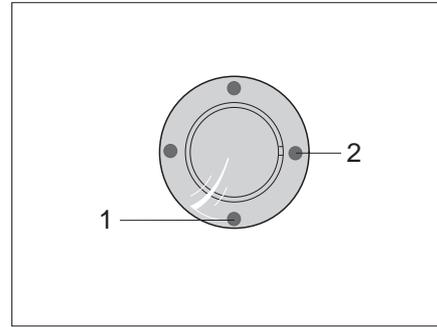
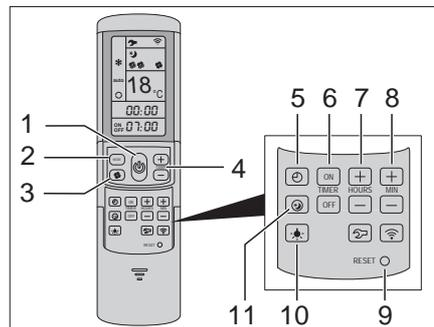

Bild 222 IR-Empfänger/Funktionsanzeige
Bild 223 Fernbedienung
Die Klimaanlage ist auf dem Dach des Fahrzeugs angebracht. Die Fernbedienung (Bild 223) für die Klimaanlage befindet sich im Küchenbereich.
- Fahrzeug an die 230-V-Versorgung anschließen. Die Klimaanlage ist betriebsbereit. Die blaue LED (Bild 222,1) leuchtet.
- Zum Einschalten die Taste (Bild 223,1) auf der Fernbedienung drücken. Die blaue LED (Bild 222,1) blinkt.
- Die gewünschte Betriebsart mit der Taste MODE (Bild 223,2) einstellen.
- Bei Bedarf mit der Taste (Bild 223,3) die gewünschte Gebläsestufe und mit den Tasten (Bild 223,4) die Raumtemperatur einstellen.
Ist die auf der Fernbedienung eingestellte Temperatur erreicht, erlischt die blaue LED (Bild 222,1), der Kompressor schaltet ab und das Umluftgebläse läuft weiter.
- Zum Ausschalten die Taste (Bild 223,1) auf der Fernbedienung erneut drücken.
- Zum Programmieren die Klimaanlage mit der Taste (Bild 223,1) auf der Fernbedienung einschalten.
- Mit der Taste (Bild 223,2) die gewünschte Betriebsart und mit den Tasten (Bild 223,4) die Raumtemperatur einstellen.
- Mit den Tasten (Bild 223,6) die gewünschte Funktion auswählen:
- Mit den Tasten (Bild 223,7 und 8) die gewünschte Schaltzeit wählen (15 Minuten bis 24 Stunden).
- Einstellung mit den Tasten "ON" oder "OFF" (Bild 223,6) bestätigen.